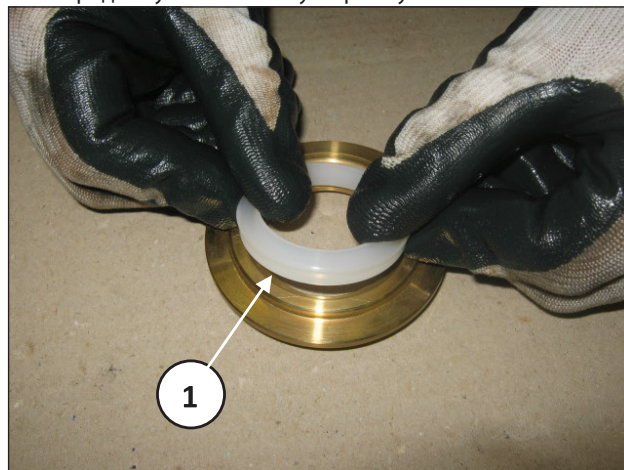

Рис. 125
Монтируйте масляеьное кольцо на держатель (поз. ①, Рис. 125), применяя при необходимости калибр и стараясь не повредить уплотнительную кромку.